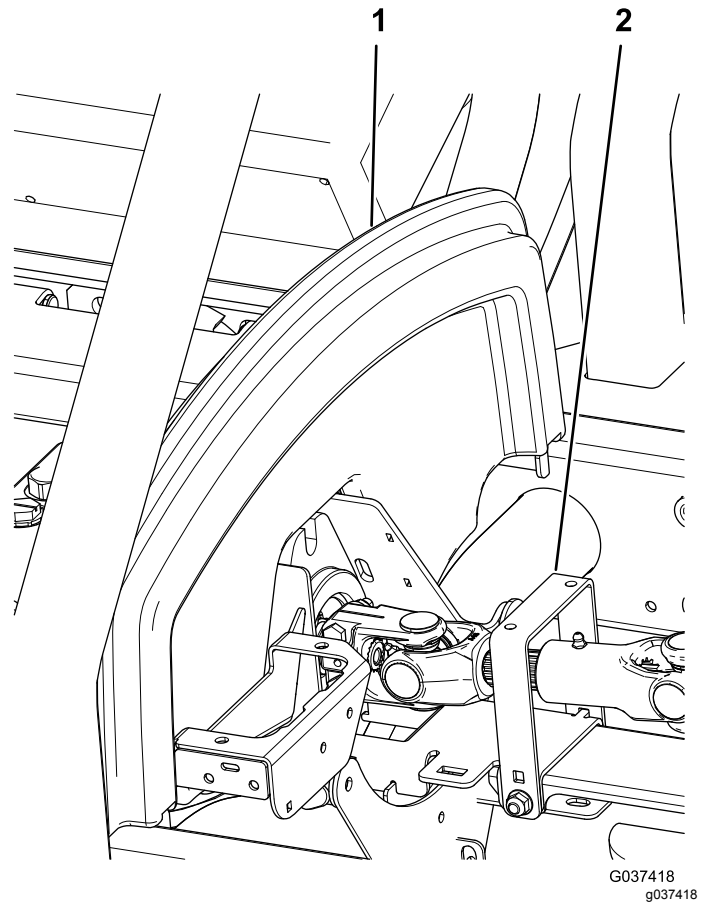

Figure 1
2. Soulevez le siège, ouvrez le capot et déposez le carénage central (Figure 1).
3. Déposez la protection de la transmission (Figure 1).
16. Montez la protection de la transmission (Figure 1).
17. Reposez le support de capot et abaissez le siège (Figure 1).